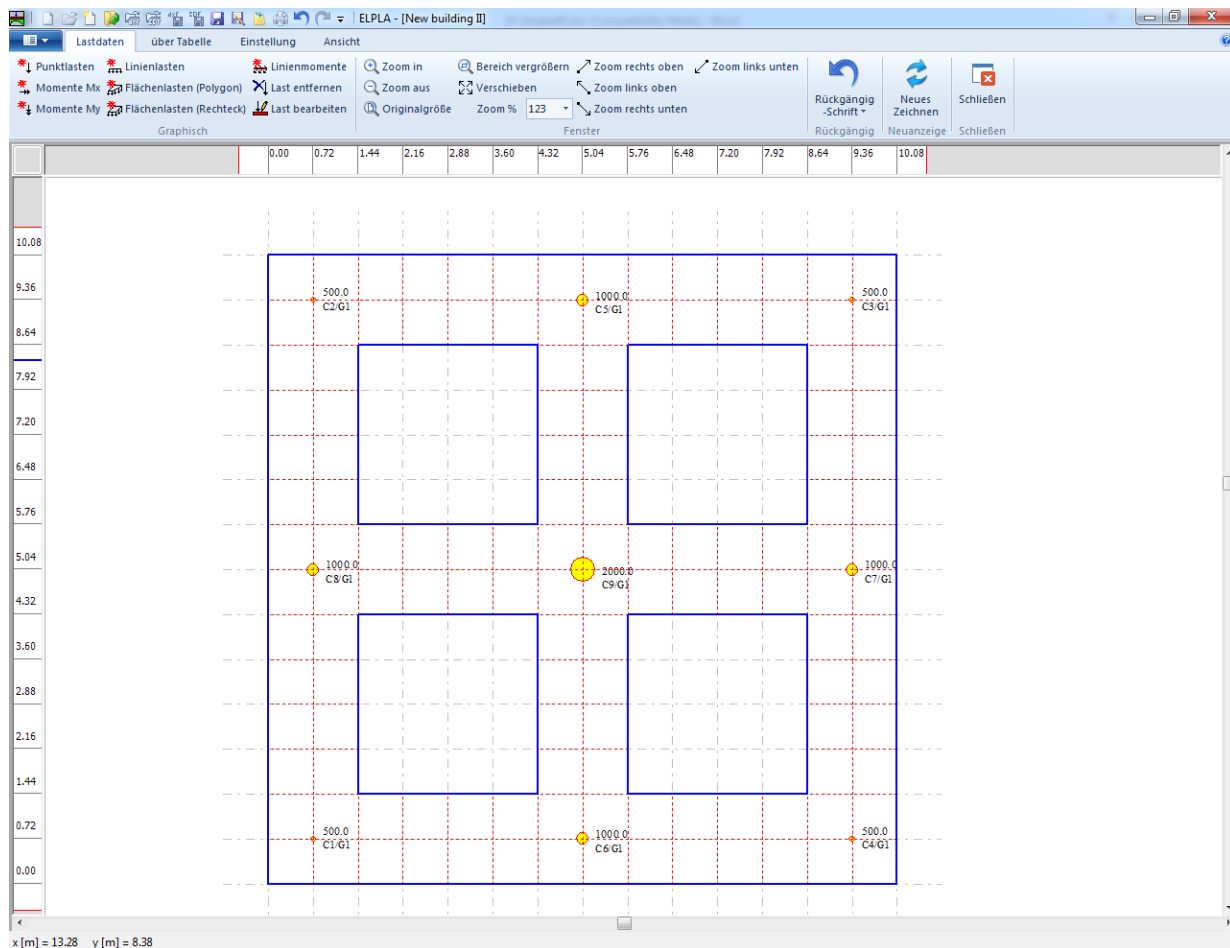

Bild 9.28 Lasten auf dem Bildschirm
Nach der Definition aller Lastdaten sollte der Bildschirm wie das folgende Bild 9.28 aussehen.
- Wählen Sie "Speichern" aus dem "Datei"-Menü im Bild 9.28, um die Lastdaten zu speichern